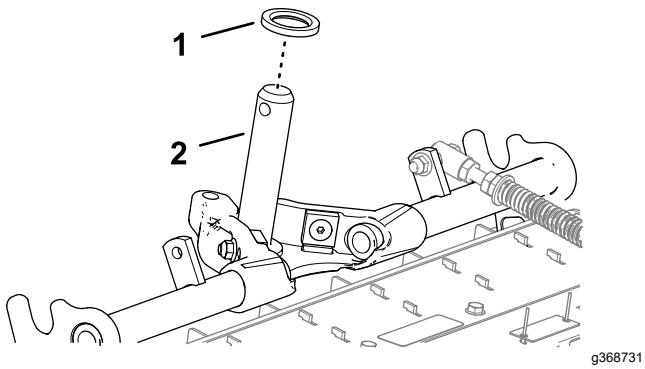

Figura 13
1. Asegúrese de que la arandela de empuje biselada está introducida sobre el eje del bastidor de tiro (Figura 13).